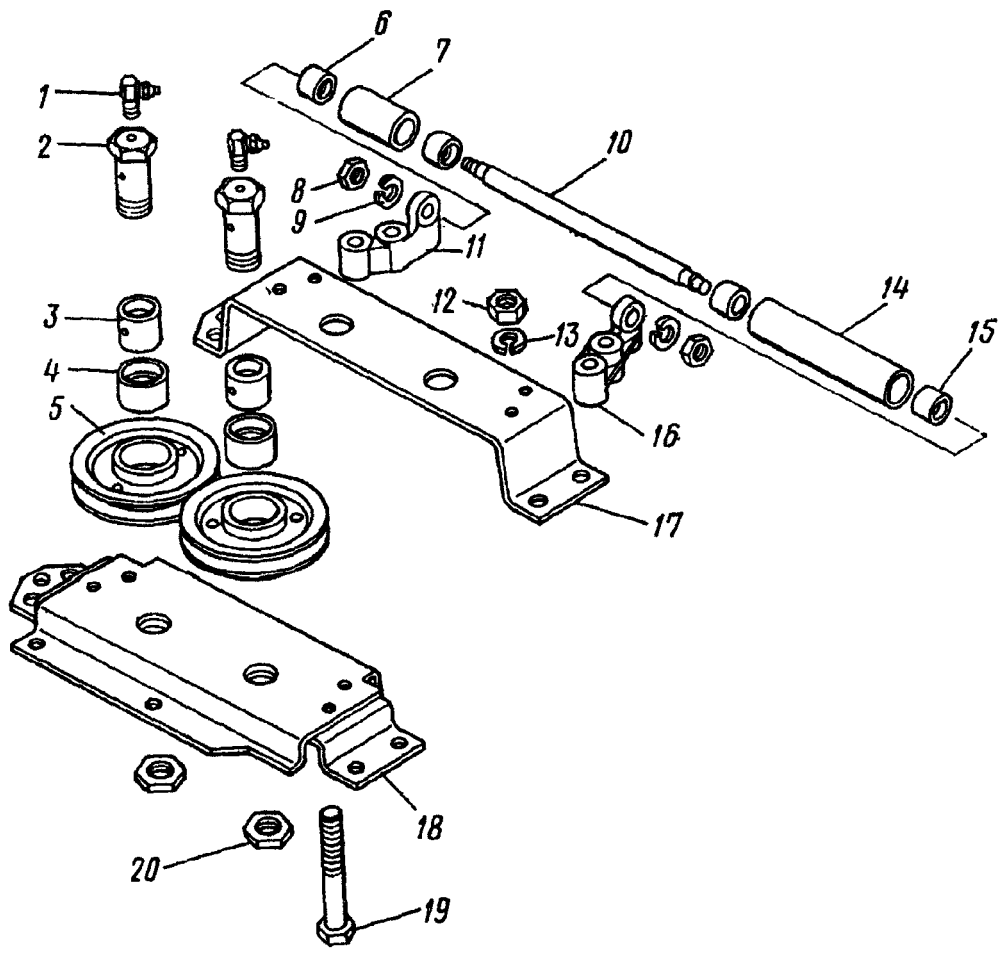

Рис. 343. Ролики направляющие лебедки задние;
39. Выверните масленки 1 (рис. 343) со штуцерами из осей 2 вертикальных роликов	Ключ 13 мм